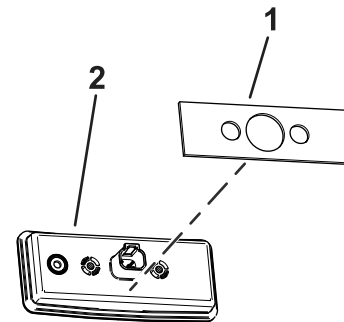

Figura 7
2. Aplique la junta de la luz delantera a la luz de advertencia delantera (Figura 7).